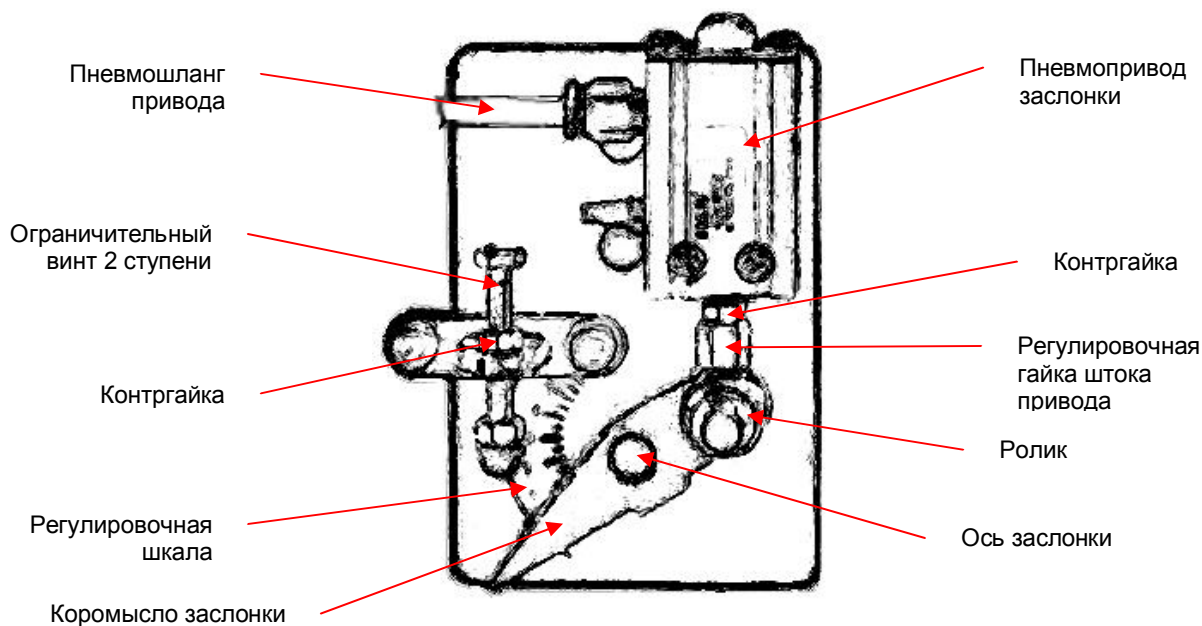

Рис. 7. Привод заслонки вторичного воздуха
- 1) Для регулировки положения заслонки при работе на 1-й ступени: ослабьте контргайку штока привода и вращайте регулировочную гайку штока привода (рис. 7), изменяя длину штока. Добейтесь количества CO_2 в отработанных газах в пределах 10-11,5% по газоанализатору и затяните контргайку штока.
- 2) Для регулировки положения заслонки при работе на 2-й ступени: термостатом T2 или перемычкой выведите горелку на режим 2-й ступени. Ослабьте контргайку ограничительного винта 2 ступени (рис. 7) и вращайте его, изменяя положение заслонки. Добейтесь соломенного цвета пламени и количества CO_2 в отработанных газах в пределах 10-11,5% по газоанализатору, после чего затяните контргайку ограничительного винта.